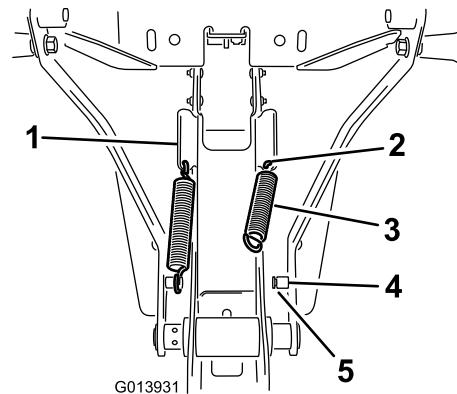

Bild 8
2. Haken Sie das Ende einer Feder in das Loch in der Winkelstütze und das andere Ende in der Federstrebe ein (Bild 8).
3. Stellen Sie sicher, dass das Federende ordnungsgemäß in der Kerbe der Strebe sitzt. (Bild 8).
1. Setzen Sie die Feder in das Loch im unteren Ende der abgewinkelten Nase an der Seite des Rahmens ein (Bild 8).